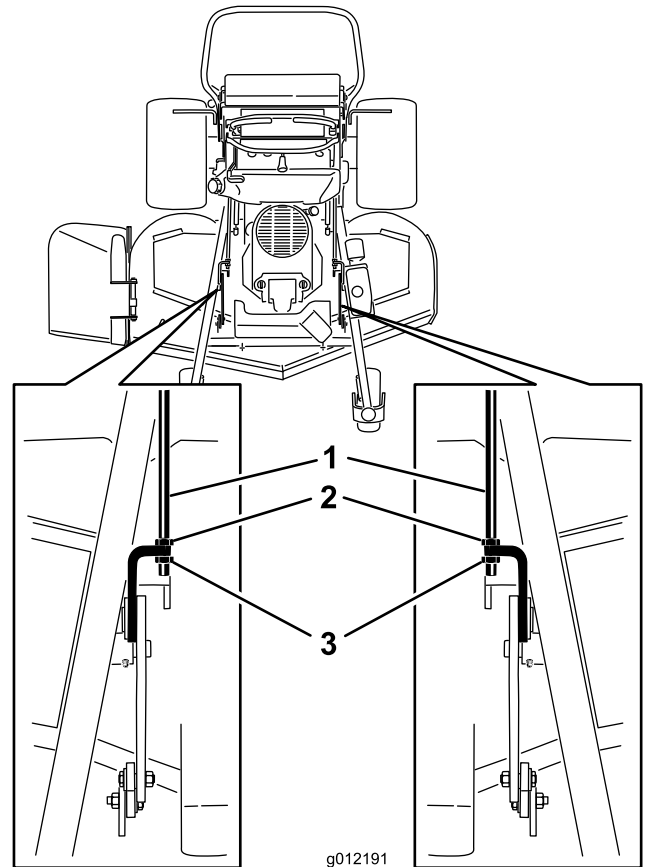

Figura 86
2. Afloje las tuercas delanteras y traseras de las varillas de ajuste (Figura 86).
3. El peso de la plataforma del cortacésped debe descansar sobre los tres listones de madera (Figura 86). El reborde trasero de la plataforma del cortacésped está diseñada para estar 6 mm
6. Si las dimensiones no son correctas, ajuste las tuercas delanteras y traseras en cada lado hasta obtener la inclinación longitudinal correcta (Figura 86).